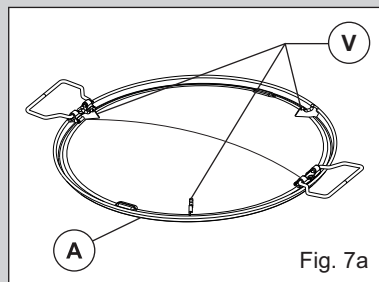

Fig. 7a
- Om de Skottel Braai gereed te maken voor gebruik, deze dusdanig in de brander pan (F) plaatsen dat alle drie locators (V) (Fig.7a) op de juiste manier passen met de lip op de omtrek van de brander pan (F) en dus zorgen voor een stabiele montage.